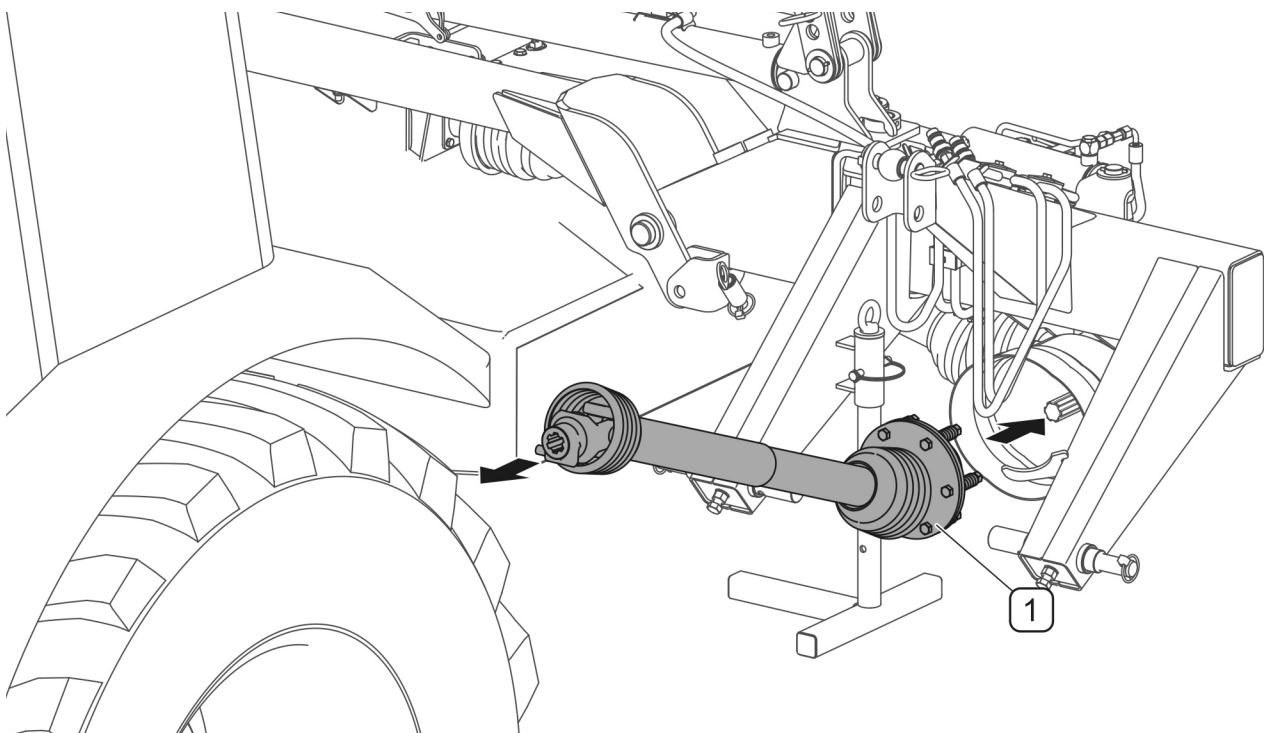

BILD 4.8A **Anschließen der Teleskop-Gelenkwelle**
Welle, die Zapfwelle des Schleppers mit Kegelradgetriebe des Mähwerks verbindet, ist mit einer Überlastungs- und Richtungskupplung ausgestattet. Beim Anschließen der Teleskop-Gelenkwelle ist das mit Kupplung (1) ausgestattete Ende an Getriebe des Mähwerks anzuschließen (BILD 4.8A).